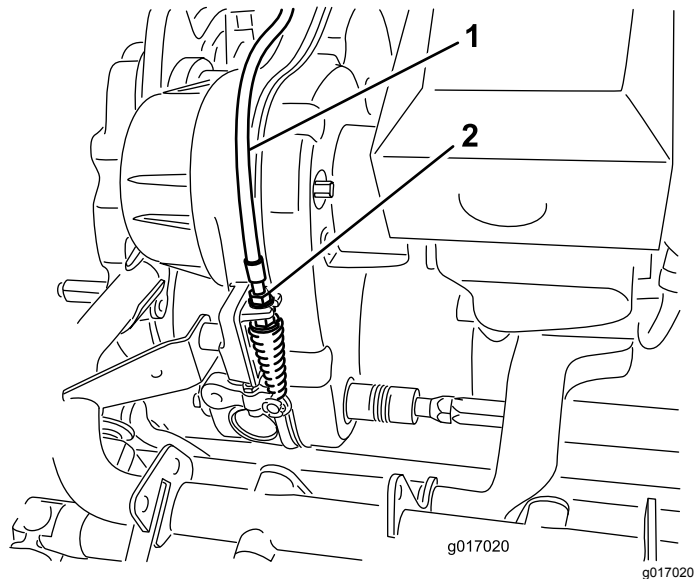

図 49
2. トランスミッションのバルクヘッド部で、リールコントロールのケーブル 図 49 を調整するスプリングの長さが 70.6-72.4 mm になるように調整する。